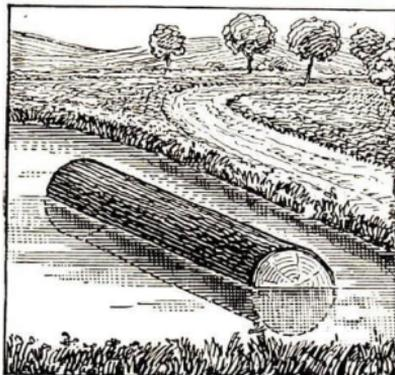

Abb. 126. Beim Schwimmen achte auf die verdrängte Wassermenge
1. Beispiel vom schwimmenden Balken (Abb. 126). Sieht man einen Balken im Wasser schwimmen, so muß man schließen, daß der **Auftrieb** (↑), der ihn trägt, so groß ist wie sein **Gewicht** (↓), das ihn nach abwärts zieht. (Schwebezustand.)